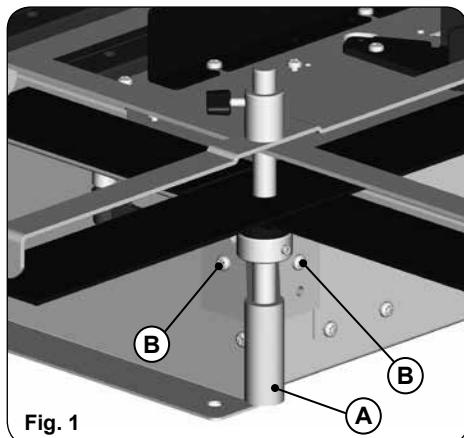

Fig. 1
- 1- Fijar el cargador A (Fig. 1) sobre el bastidor de la MEB250 utilizando los tornillos previstos B (Fig. 1).
1. Fasten the loader A (Fig. 1) on the frame of the MEB250, using the screws provided B (Fig. 1).
1. Fixer le dévidoir A (Fig. 1) sur le châssis de la MEB250 en utilisant les vis prévues à cet effet B (Fig. 1).
1. Befestigen Sie die Ladeeinheit A (Abb. 1) mit den dafür vorgesehenen Schrauben B (Abb. 1) auf dem Rahmen des Tischs MEB250.
1. Fissare il caricatore A (Fig. 1) alla struttura della MEB250, utilizzando le viti previste B (Fig. 1)
- Fixar o carregador A (Fig. 1) sobre a armação da MEB250 utilizando os parafusos previstos para tal B (Fig. 1)